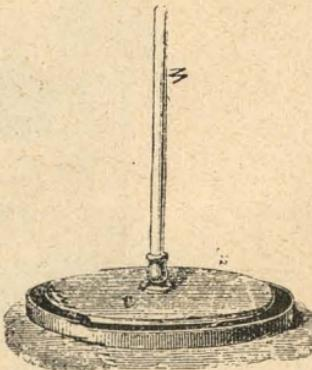

Fig. 164.—Electróforo.
**3. Electróforo.** — El electróforo, inventado por Volta (fig. 164) se compone de una torta de resina, y de un disco de madera envuelto en una hoja metálica; un mango de vidrio sirve para aislar el disco.